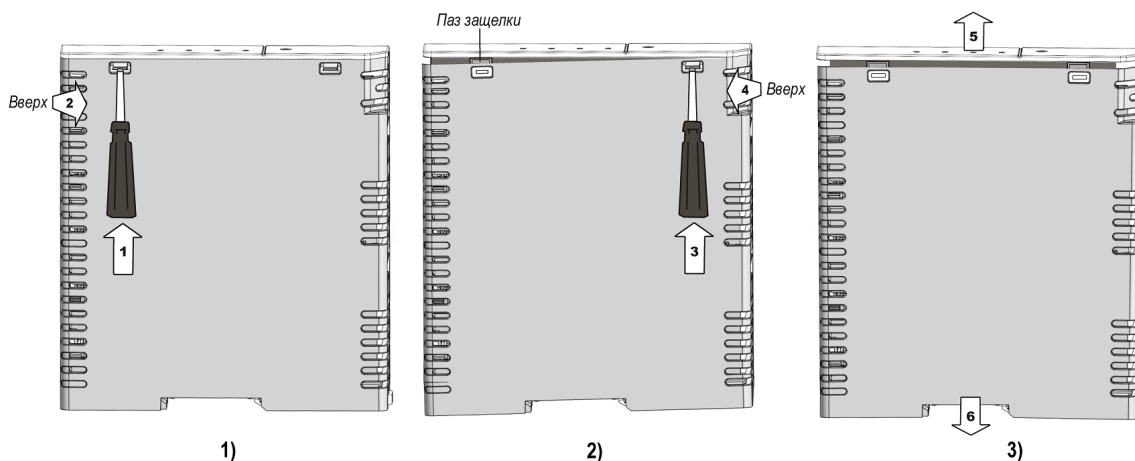

Рисунок 6.5 – Отсоединение крышки от основания корпуса
- снять крышку с основания корпуса, осторожно раздвинув крышку и основание в противоположные стороны (в направлении *стрелок 5 и 6* (см. рисунок 6.5, 3);